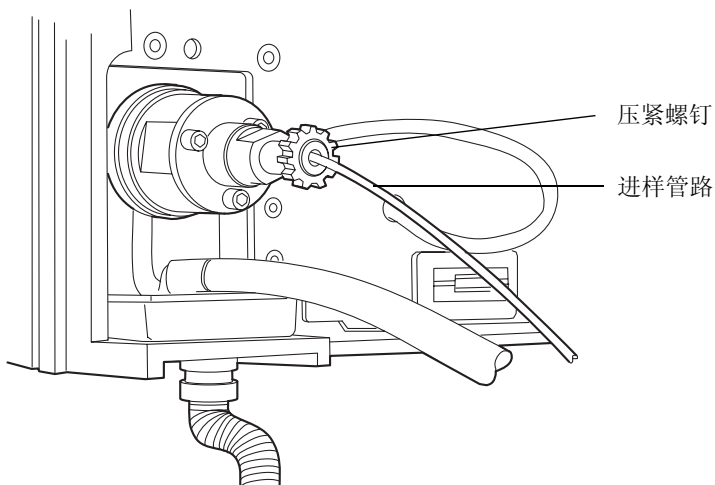

图 2-12 进样管路连接
2. 将进样管路组件的一端插入喷雾器前面的液体接头（图 2-12）。
3. 用手指拧紧压紧螺钉后再转动 1/4 圈（图 2-12）。